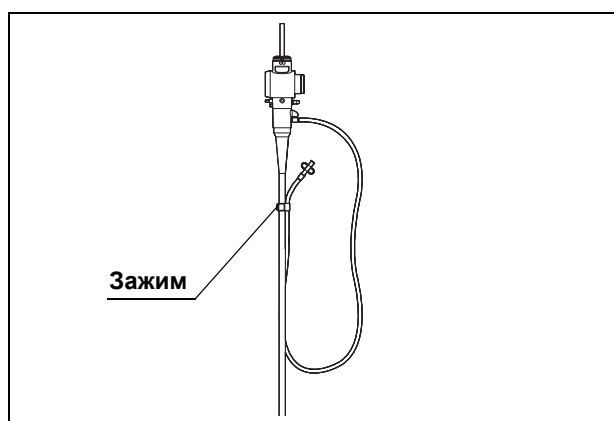

Рис. 4.7
1. При перемещении эндоскопа с дополнительной трубкой для воды, подсоединенной к дополнительному впускному отверстию для воды, прикрепите зажим дополнительной трубки для воды к универсальному шнуру (см. Рис. 4.7).